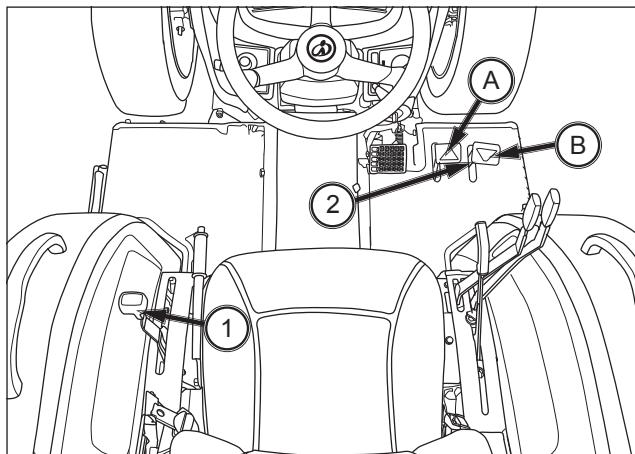

FIG. 58
FIG. 58 et 59 : le levier de changement de gamme de vitesses (1) permet 3 changements de vitesse au sol principaux.